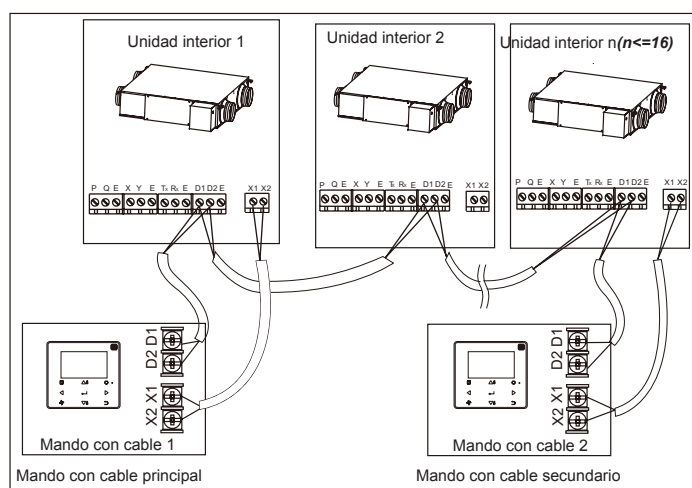

Fig. 4-5
- Utilice 1 mando con cable para controlar varias unidades interiores o 2 mandos con cable (uno principal y otro secundario) para controlar varias unidades interiores. El número máximo de conexiones de 16. (Consulte la Fig. 4-5)